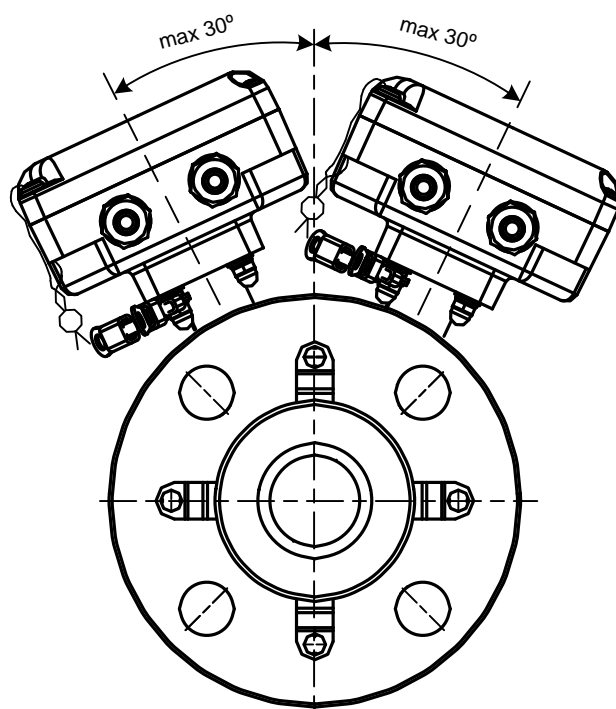

Рис.2. Максимально допустимое отклонение ИБ от вертикали
- при монтаже в горизонтальный или наклонный трубопровод ось стойки измерительного блока (ИБ) должна располагаться в вертикальной плоскости, проходящий через ось трубопровода; допускается отклонение стойки на угол не более $\pm 30^\circ$ (рис.2);
3.2.8.1. Установить расходомер таким образом, чтобы ось стойки блока измерения располагалась в вертикальной плоскости с отклонением не более $\pm 30^\circ$ (см. рис.2), а стрелка на ППР совпадала с направлением потока жидкости.